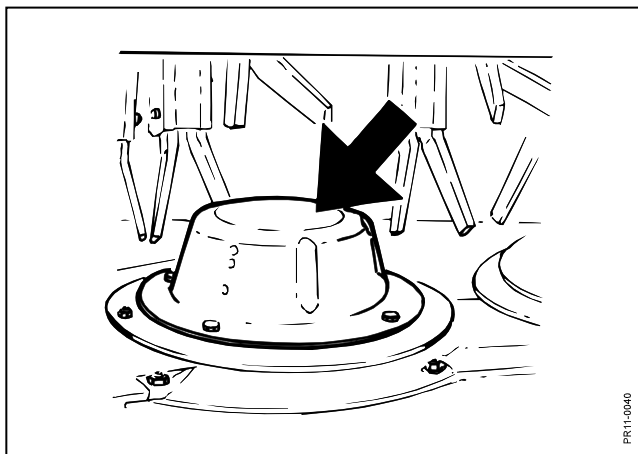

Fig. 3-10
**Fig. 3-10** Les disques peuvent être équipés avec des déflecteurs bas pour évacuer plus rapidement la récolte loin des couteaux. Cela réduit le risque de bandes et de recoupe.